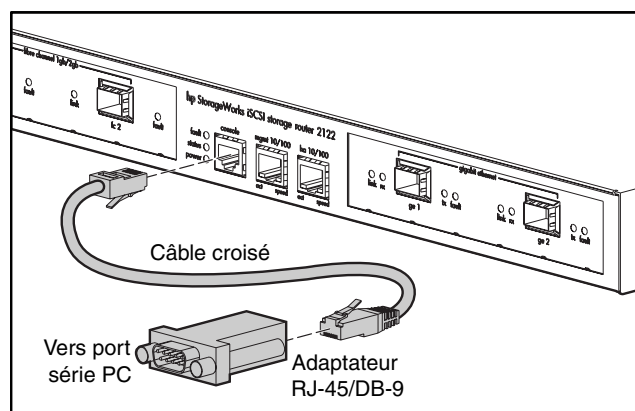

Figure 26 : Connexion du câble de console
3. Connectez une extrémité du câble de console fourni (le câble croisé RJ-45 à RJ-45) au port de console. Connectez l'autre extrémité de l'adaptateur RJ-45 à DB-9 au port série PC (reportez-vous à la Figure 26).